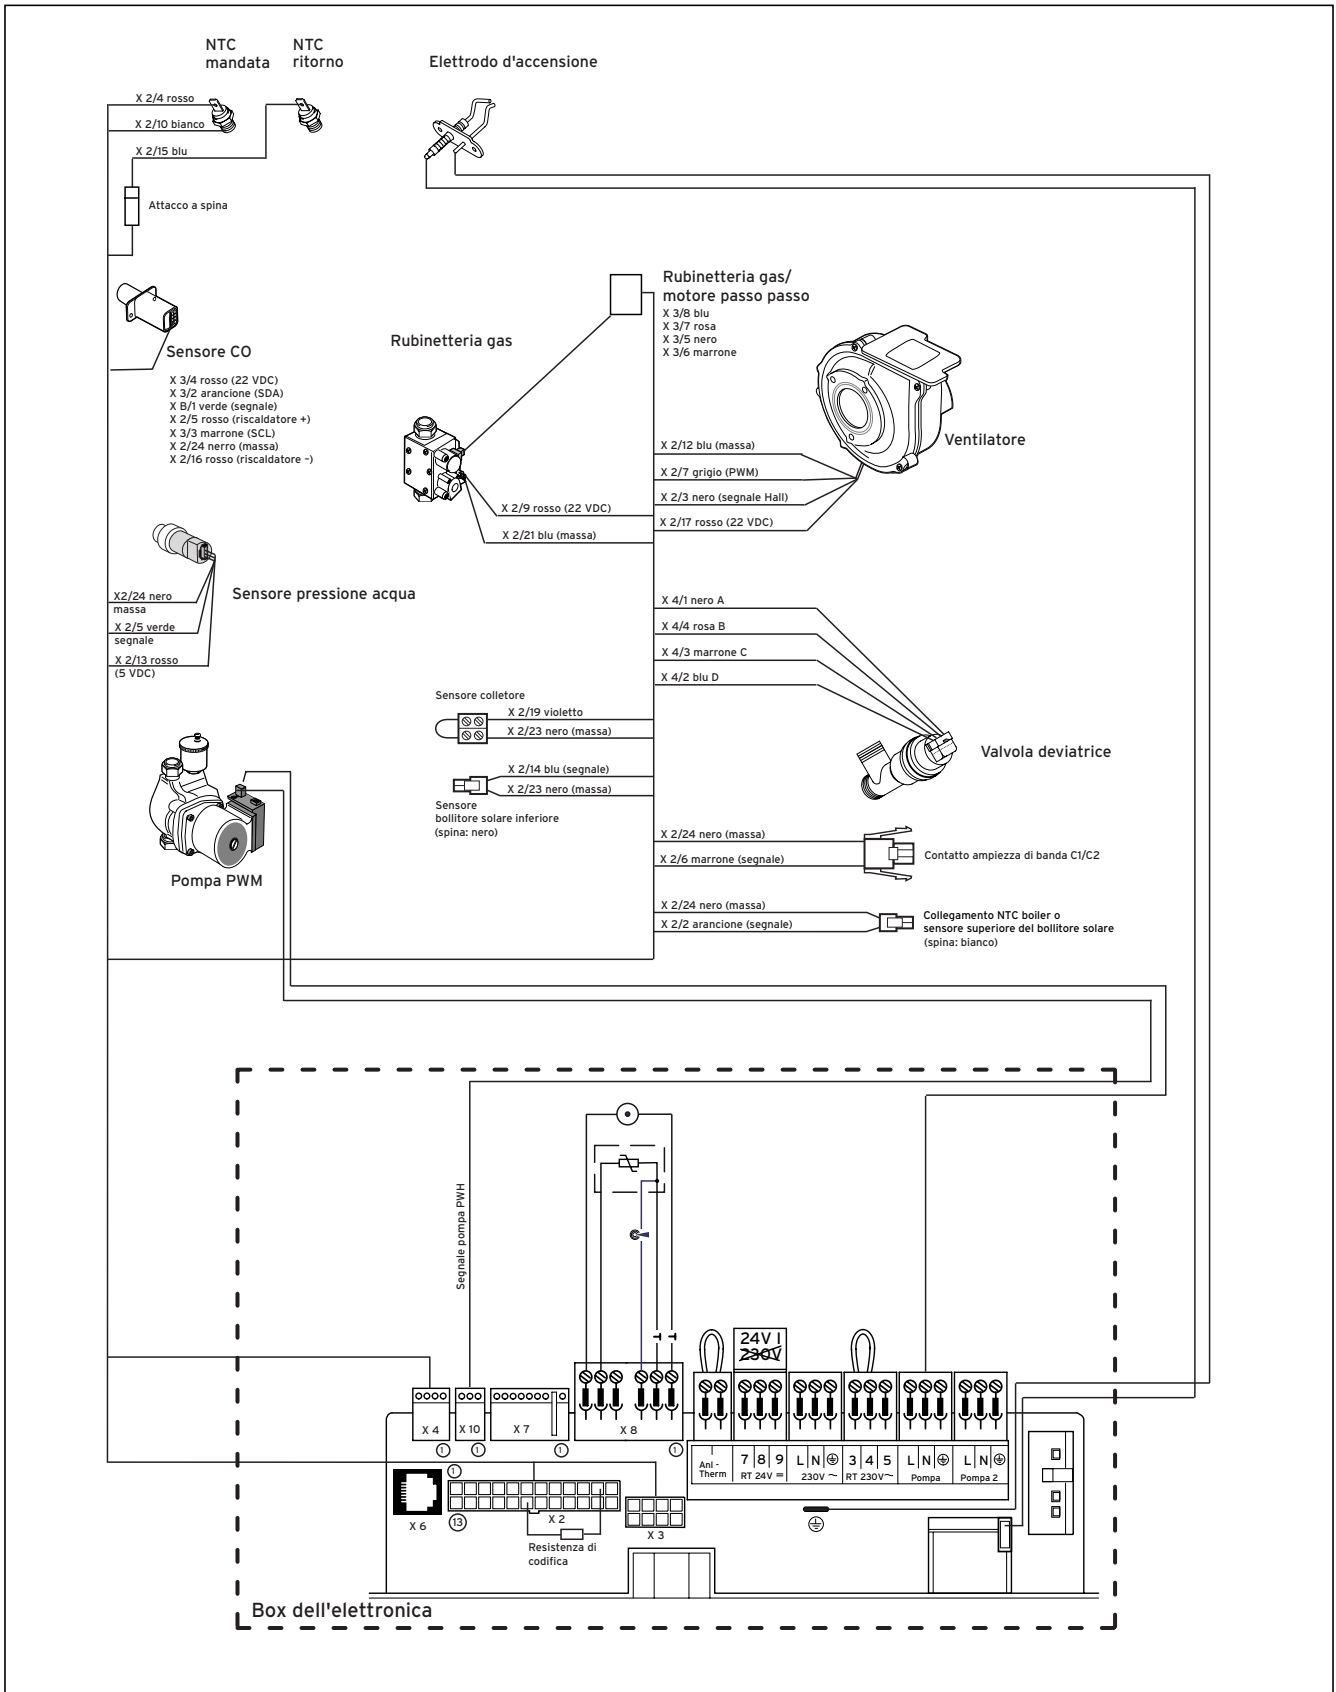

Fig. 4.11 Schema di cablaggio ecoBLOCK VM IT
- Collegare la sonda del collettore (n° art. 25 35 30) al corrispondente cavo di collegamento del sistema elettronico dell'apparecchio (v. fig. 4.11); i ponticelli sui morsetti devono essere rimossi.
- Collegare la sonda del bollitore solare (n° art. 71 14 13) al corrispondente cavo di collegamento del sistema elettronico dell'apparecchio (v. fig. 4.11).
- Collegare la sonda superiore del bollitore solare (n° art. 71 14 13) al cavo per "Collegamento NTC boiler" del sistema elettronico (v. fig. 4.11).
- Allacciare il conduttore del segnale „Richiesta acqua calda sanitaria“ del regolatore esterno al "Contatto ampiezza di banda C1/C2" del sistema elettronico dell'apparecchio (v. fig. 4.11).